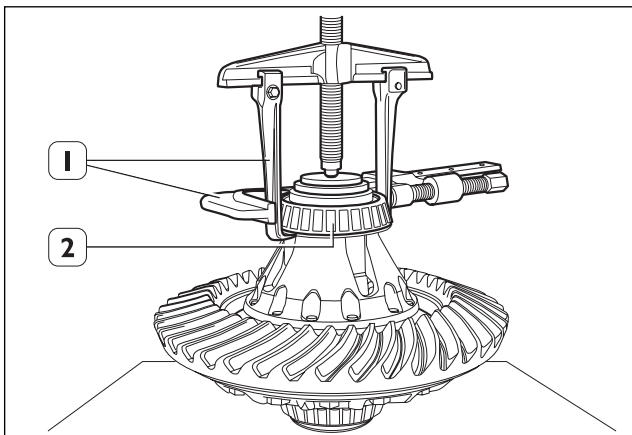

Fig. 17
1. Mediante un extractor apropiado (1) extraer el rodamiento (2). (Fig. 17)